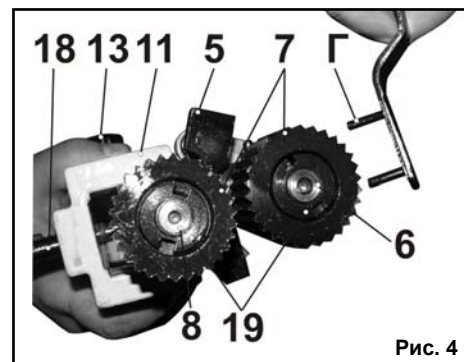

Рис. 4
- 8.1. Установка роликов (Рис.4).**